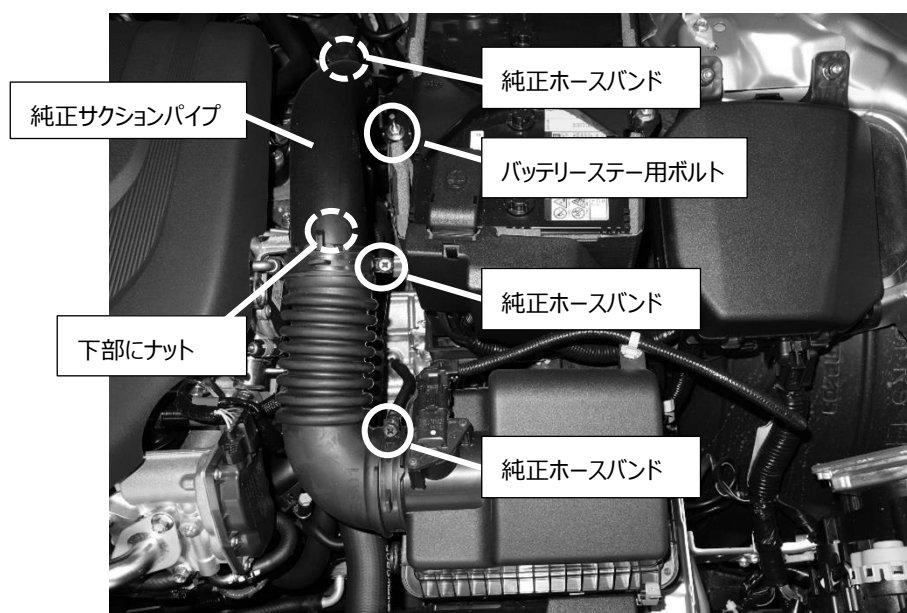

図 1
- 2) ホースバンド 3 か所を緩め、純正サクシオンパイプ下部にあるナットを取り外して、純正サクシオンパイプを取り外します。(図 1)